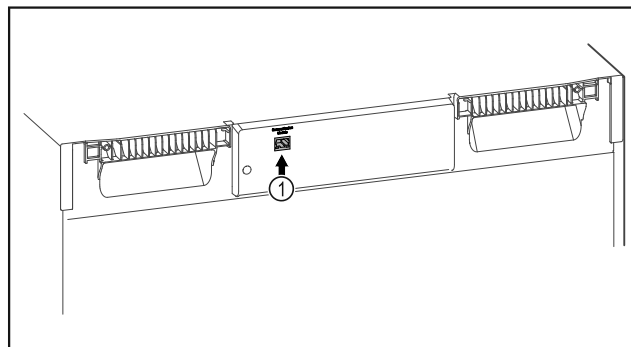

Fig. 136
- A SmartModule Fig. 136 (1) be van helyezve.